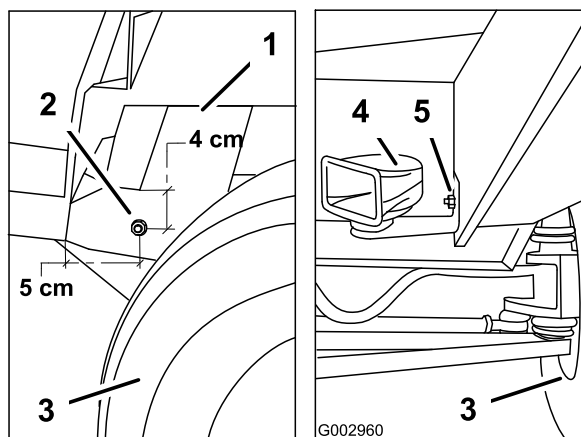

図 4
1. フロアボード下の車両フレームに、直径 8.5 mm の穴を開ける。穴の位置は、フレーム上部から下へ 4 cm、フレーム前面から 5 cm とする (図 4)。
2. フレームにホーンを固定する；ボルト (5/16 x 3/4 インチ) とフランジナット (5/16 インチ) を使用する (図 4)。